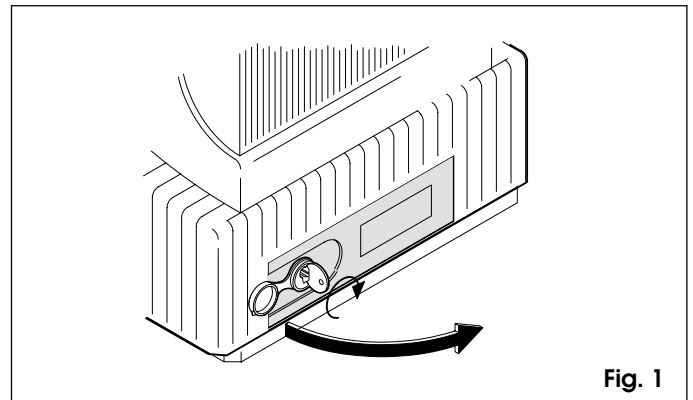

Fig. 1
- togliere il tappo di protezione ed inserire l'apposita chiave in dotazione nella serratura (fig.1);
- ruotare la chiave in senso orario ed aprire lo sportello del dispositivo di sblocco come da fig.1.
Fusibili di protezione	N° 2 (vedi fig. 1)